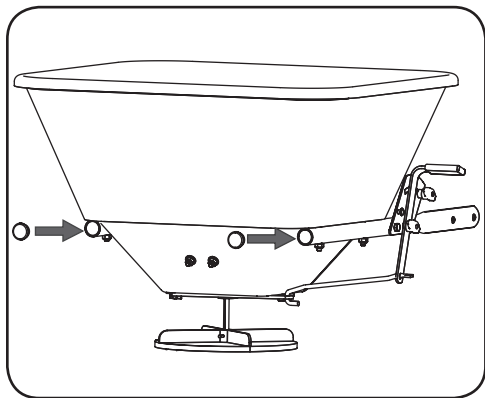

Figura 1-11
- Coloque tapones en los extremos posteriores de los tubos del bastidor. Vea la Figura 1-11.